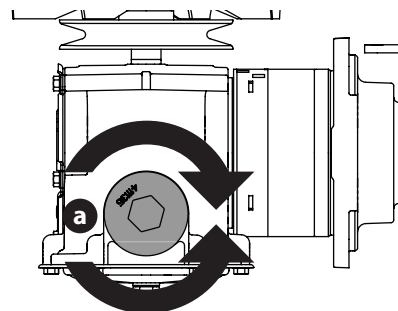

Fig. 43
2. Placez un récipient approprié sous le bouchon de vidange (a) de la transmission. Retirez le bouchon de vidange (a) et laissez l'huile de transmission s'écouler (Fig. 43).